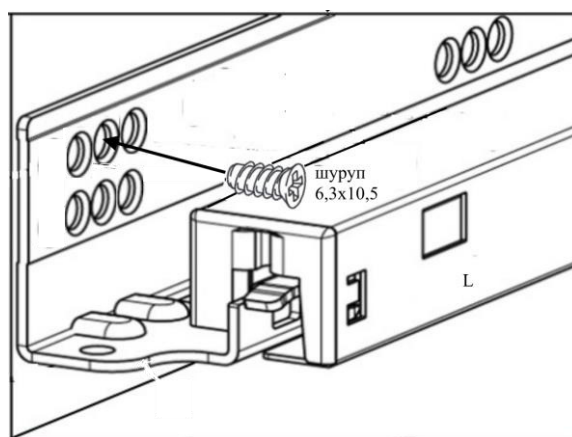

Рис. 2
3. На перегородку (4) и боковую стенку (12) установить направляющие для выдвижных ящиков с помощью винтов 6,3x10,5 - первое отверстие на щите совместить со вторым отверстием в верхнем ряду на направляющей (см. схему сборки и рис.2).
4. На боковую стенку (2) установить монтажные планки петель с помощью комплектных винтов.